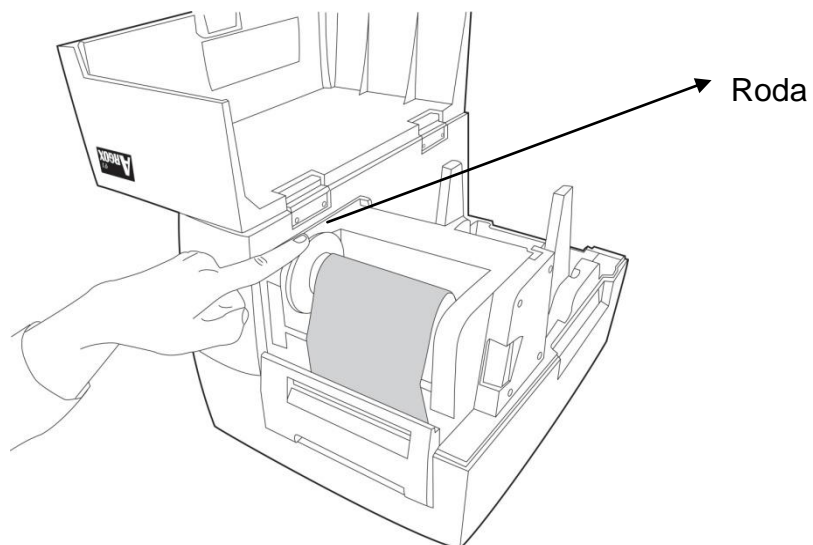

Figura 8
68. Gire a roda do módulo da cabeça de impressão para certificar-se de que o ribbon está enrolado de modo apertado (figura 8).